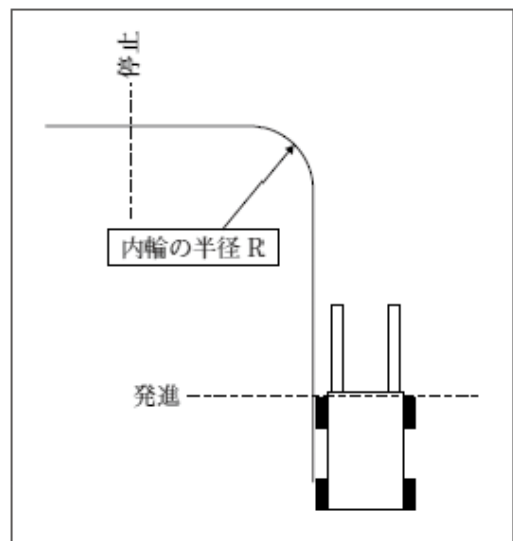

図3 試験パターン
(2) 一定速で直進走行をした後、減速をせずに90°旋回（旋回半径 R ）する。（図3）